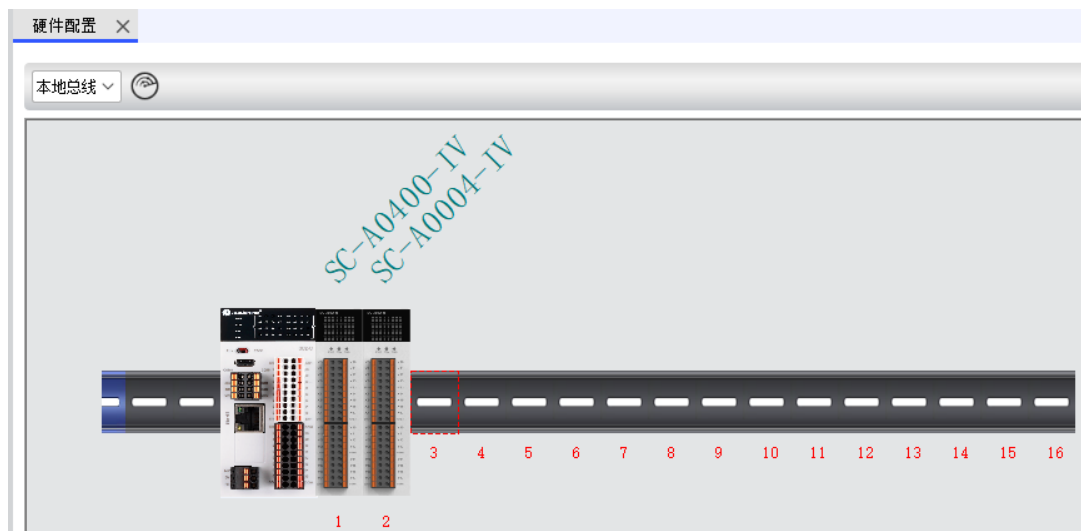

图 6.10 PLC 本体添加的 AD 和 DA 模块
1) 添加所需要的模块，可参考 7.2 节，添加完成后如图 6.10 所示；